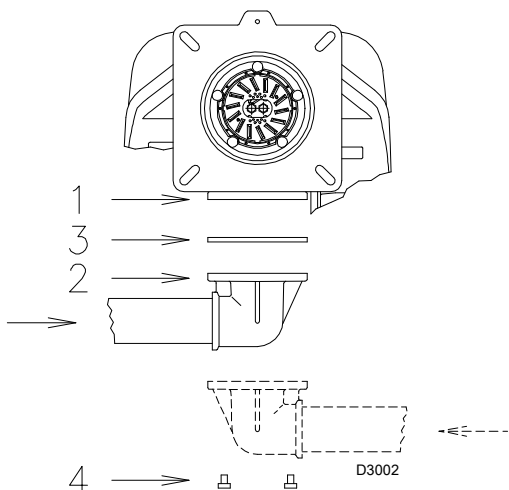

图 31
- 燃气阀组必须通过随附的法兰 2)、垫片 3) 和螺丝 4) 连接到燃气接口 1)(图 31) 上。
- 燃气阀组可从燃烧器右侧或左侧安装，视安装便利程度而定，见图 31。